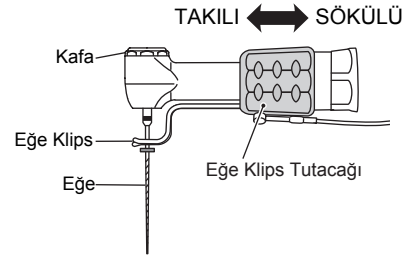

Fig. 6
- 4)Endodontik kanal eğesini Anguldurva yerleştirerek eğe klips tutacağını kafa yönünde iterek iletişimi sağlayınız. (Fig. 6)